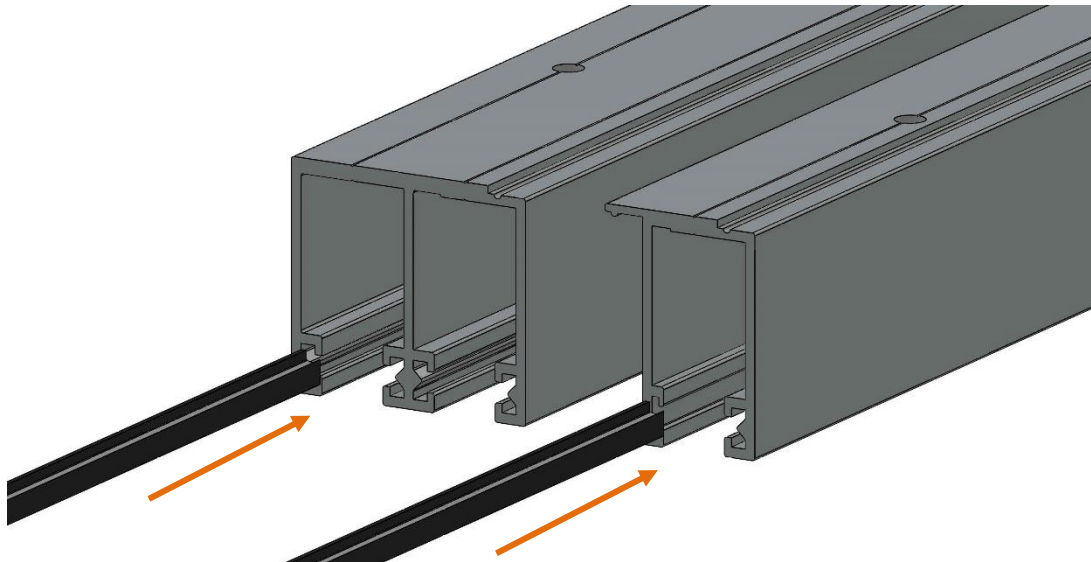

Figura 8
- Insertar el cepillo de 7x7 mm en cada una de las ranuras existentes en el Carril Corredera Superior (Figura 8). Cortar el cepillo para que quede a ras del carril y fijar adhesivo.